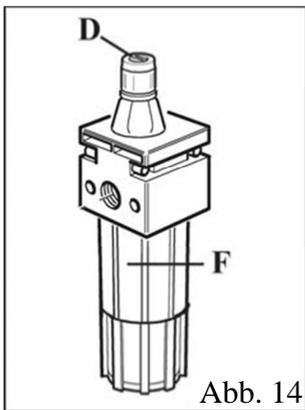

Abb. 14
- Den Ölstand im Tank der Schmiervorrichtung kontrollieren. Falls erforderlich, diesen durch Abschrauben des Tanks F befüllen. Für den Druckluftkreislauf nur Öl der Klasse ISOHG mit Viskosität ISO VG verwenden. (Abb. 14).
- Kontrollieren, dass alle 3-4 Male, die das Pedal U gedrückt wird, ein Öltropfen in den Tank F gespritzt wird. Im Gegenfall mit der Schraube D regulieren (Abb. 14).